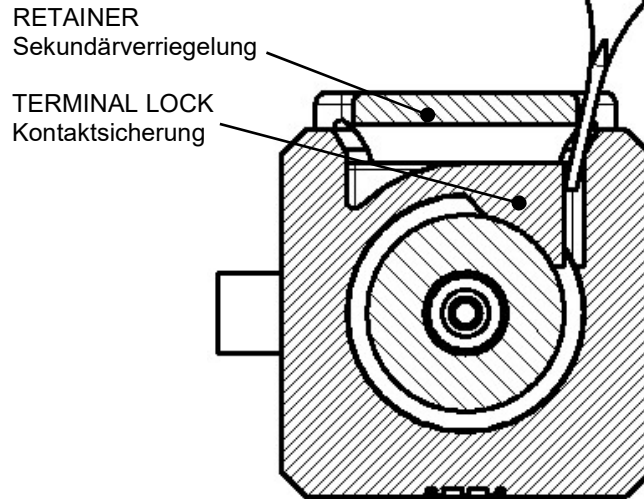

Fig. 11 TERMINAL LOCK DEFLECTION
**2a:** INSERT A THIN SCREWDRIVER (SEE Fig. 11)
Einen schmalen Schraubenzieher Einführen (siehe Fig. 11)